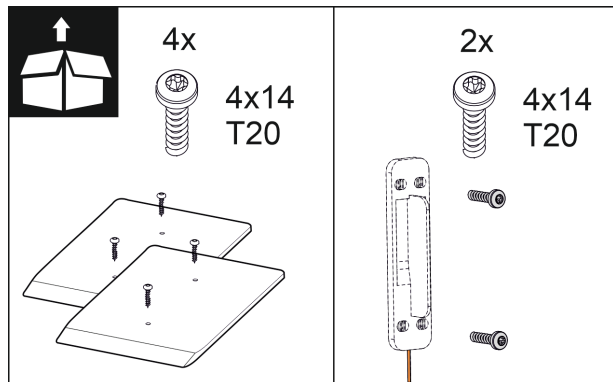

Fig. 16
2. Controllo degli elementi di montaggio nella confezione. Da Fig. 10 () a Fig. 16 ()
Elementi di montaggio nella confezione da Fig. 10 () a Fig. 16 ()